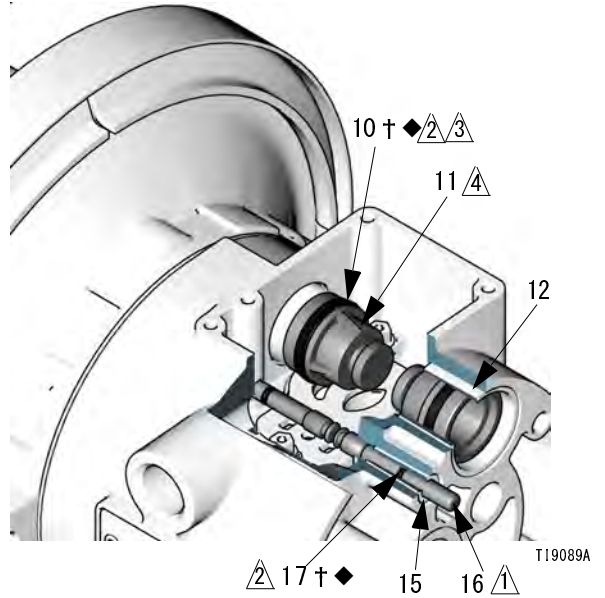

図 7
4. 軸受 (12) から 2 本の作動装置ピストン (11) を引き抜きます。ピストンから U カップのパッキン (10) を外します。軸受 (15) からパイロットピン (16) を引き抜きます。パイロットピンから 0 リング (17) を外します。図 7 を参照してください。
6. 軸受 (12、15) を取り付けたままで点検します。図 7 を参照してください。軸受にはテーパが付いています。損傷していた場合には、外側から外す必要があります。そのためには、液体セクションを分解する必要があります。26 ページを参照してください。
4. パイロットピン (16) ごとに 0 リング◆ を取り付けます。ピンと 0 リングにグリースを塗ります。ピンを細い側を先にして軸受 (15) に挿入します。図 7 を参照してください。
5. 作動装置ピストン (11) ごとに U カップパッキン (10†◆) を取り付けます。パッキンのリップをピストンの細い側に向けます。図 7 を参照してください。
6. U カップパッキン (10†◆) と作動装置ピストン (11) に潤滑剤を差します。作動装置ピストンを太い側を先にして軸受 (12) に挿入します。ピストンの細い側が見えるようにしておいてください。図 7 を参照してください。